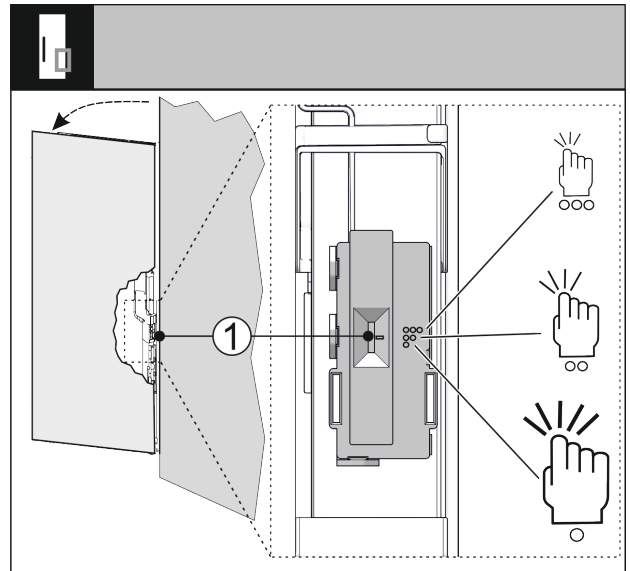

Fig. 32
Puteți seta sensibilitatea senzorului pentru ciocănit cu ajutorul unui comutator Fig. 32 (1). Întrerupătorul se află pe partea balamalei, în treimea inferioară a ușii.
- ▶ Glisați comutatorul Fig. 32 (1) în poziția dorită.